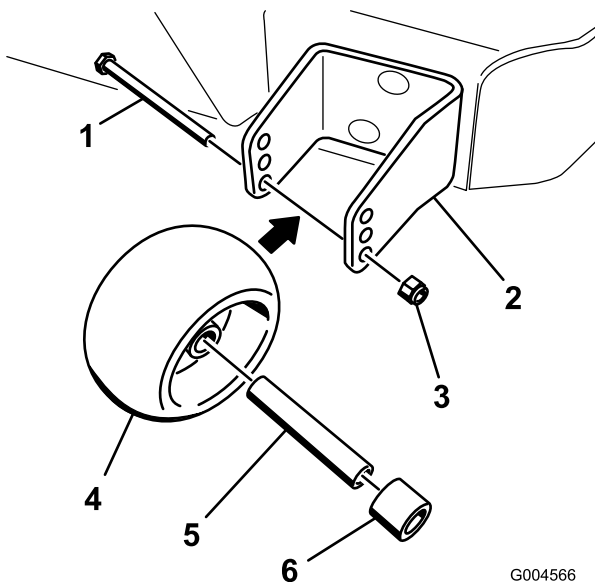

Figura 17
3. Dopo avere regolato l'altezza di taglio, regolate i rulli togliendo il dado flangiato, la boccola, il distanziale ed il bullone (Figura 17).
5. Montate il dado flangiato, la boccola, il distanziale ed il bullone. Serrate a 54-61 Nm (Figura 17).